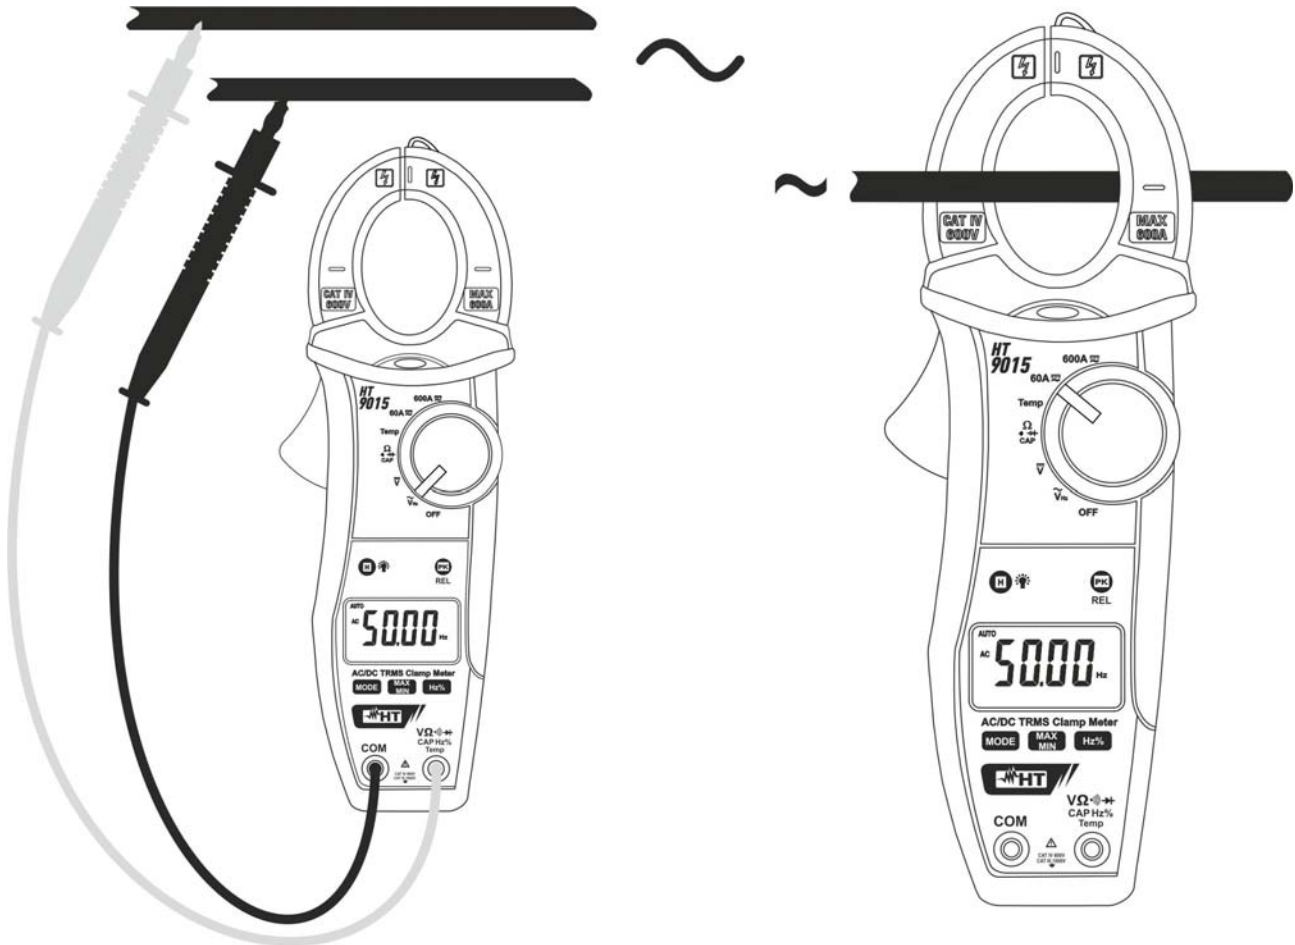

Fig. 10: Uso della pinza per misure di Frequenza e Duty Cycle
3. Inserire il cavo rosso nel terminale di ingresso **VΩ/CAP/Hz/Temp** e il cavo nero nel terminale di ingresso **COM** (Fig. 10 – parte sinistra) per misura di frequenza con puntali. Inserire la pinza sul conduttore (Fig. 10 – parte destra) per misura di frequenza con toroide. Il valore della frequenza (Hz) o del duty cycle (%) è mostrato a display. Nella misura di frequenza e duty cycle la barra grafica analogica è disattivata